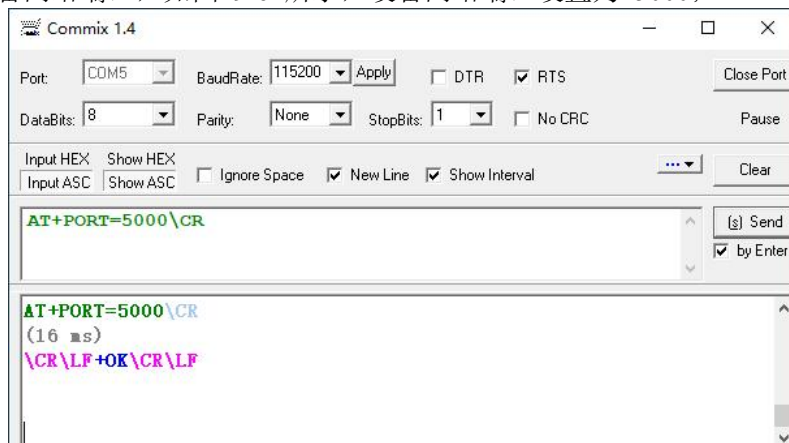

图 9-6 设备网络端口设置界面
4) 设置设备网络端口，如图 9-6 所示，设备网络端口设置为 5000；